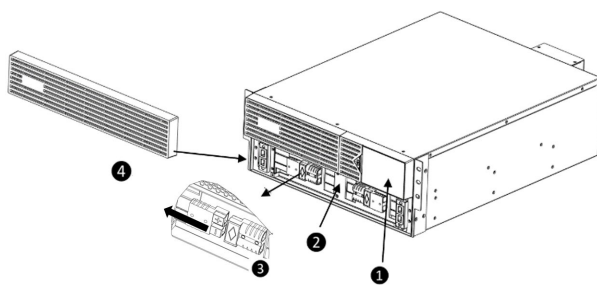

Figure 1
- 1) Ouvrez le module de batterie en enlevant le couvercle avant. Ce dernier est maintenu par un clip de serrage. Il suffit de le tenir par le côté et de le retirer directement du boîtier de l'onduleur. (Figures 1 et 2)
- 2) Séparez les connexions noires du module de batterie Anderson. Il y en a deux sur les modèles ED5KRT et ED6KRT. Il y en a quatre sur les modèles ED8KRT et ED10KRT. (Figures 1 et 2)